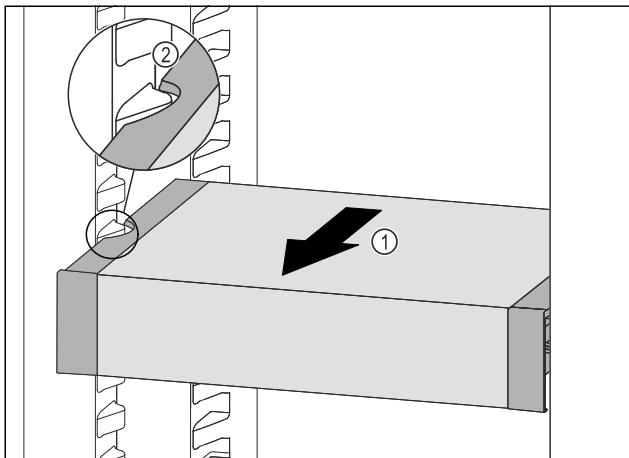

Fig. 98
- Tirer le VarioSafe vers l'avant Fig. 98 (1) jusqu'à ce que les encoches latérales du VarioSafe se trouvent au niveau de la nervure du bac dans la partie réfrigérateur. Fig. 98 (2)